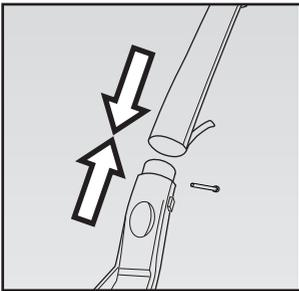

Abb. 2
- Den Griff (N) auf die Motoreinheit (K). Verwenden Sie die Schraube (M) versorgt den Griff in die Antriebskopf zu verriegeln (Abb. 2).